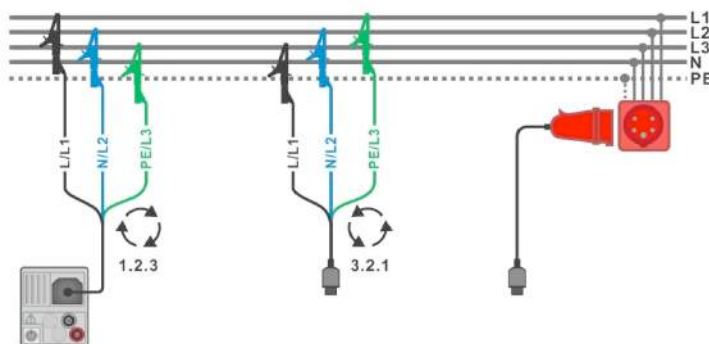
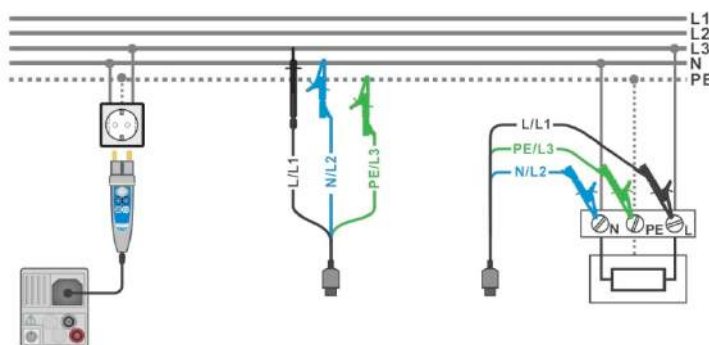

Рисунок 7.2: Подключение 3-проводного измерительного кабеля и опционального 3-фазного адаптера в трехфазной системе.
Рисунок 7.3: Подключение щупа «commander» с вилкой и 3-проводного измерительного кабеля в однофазной системе.
- › Подключите измерительный кабель к испытываемому объекту, см. **Рисунок 7.2: Подключение 3-проводного измерительного кабеля и опционального 3-фазного адаптера в трехфазной системе** и **Рисунок 7.3: Подключение щупа «commander» с вилкой и 3-проводного измерительного кабеля в однофазной системе**.